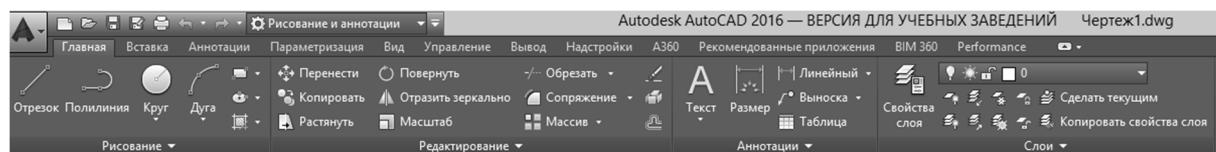

Рис. 4
1) «*Рисование и аннотации*» (*Drafting & Annotation*). Открывается новый чертеж, сконфигурированный для двухмерной среды черчения. Лента, представленная на рис. 4, также оптимизирована для двухмерной среды.